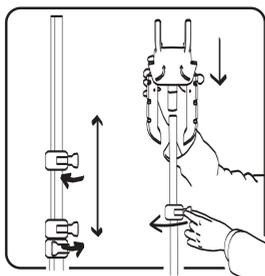
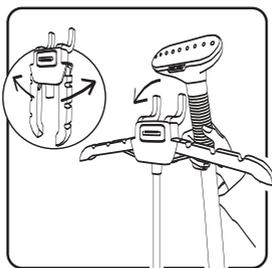

рис.2
рис.3
6.1.4 Установите коннектор для подсоединения вешалки в отверстие на основании вешалки, а затем зафиксируйте вешалку для одежды на стойке. Закрепите распылитель в правильном положении на подставке (рис.2, рис.3).